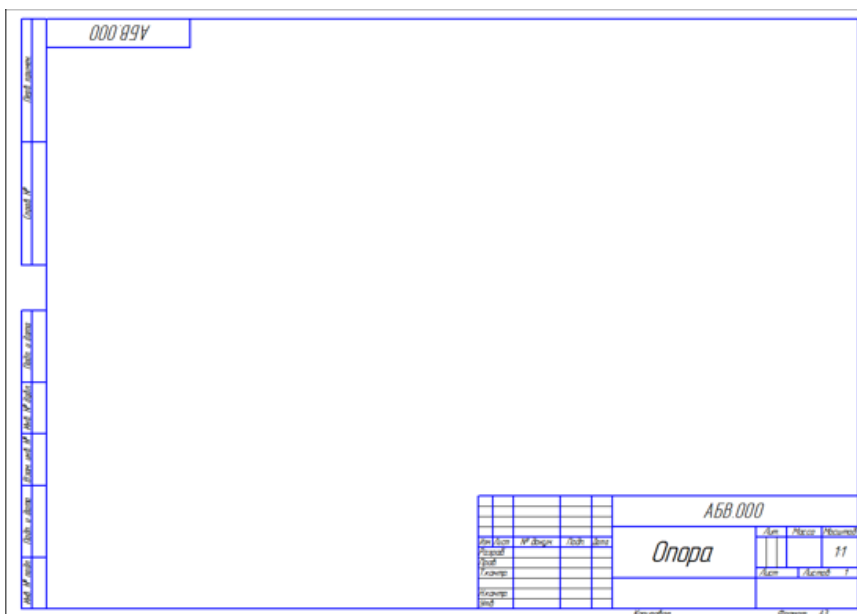

Рисунок 17
6. Нажмите кнопку ОК. После этого лист чертежа изменит формат и ориентацию (рис. 17)